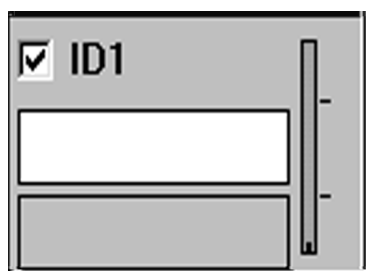

Рис. 5.7. Окно глобальной целевой функции
Видим, что в поле Specifications появилось окно, показанное на рис. 5.7. В верхней части окна находится переключатель, включающий/исключающий целевую функцию из процесса вычислений. Белое поле в середине окна содержит текущее значение функции, нижнее поле – начальное значение. В правой части окна находится индикатор, показывающий
*I вариант.* Снова открыть окно Edit Specification, для чего либо дважды щелкнуть левой кнопкой мыши на правой части окна рис. 5.7, либо выполнить пункты меню Edit→Specifications; после чего выбрать вид анализа Tran. Так как Tran является многоточечным видом анализа, то в качестве глобальной целевой функции в графе Evaluate необходимо задать выражение, содержащее локальные целевые функции, например MAX(I(D1)). После выхода из окон Edit Specification и Specifications можно запускать процесс оптимизации.